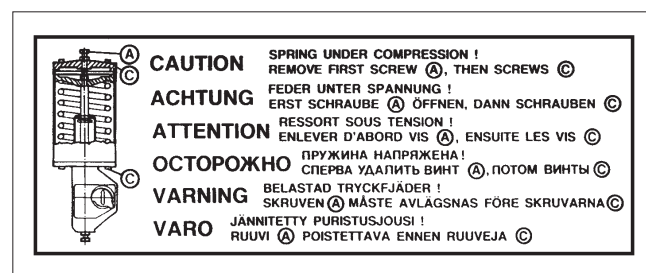

Fig. 9 Plaque d'avertissement d'un actionneur B1J
Une plaque d'avertissement (43) est fixée sur le cylindre. Lors de toute opération d'entretien, s'assurer que cette plaque est bien à sa place et lisible. Cf. Figure 9. Vérifier également que le cylindre a aussi un autocollant en forme de flèche indiquant le sens de fonctionnement du ressort.